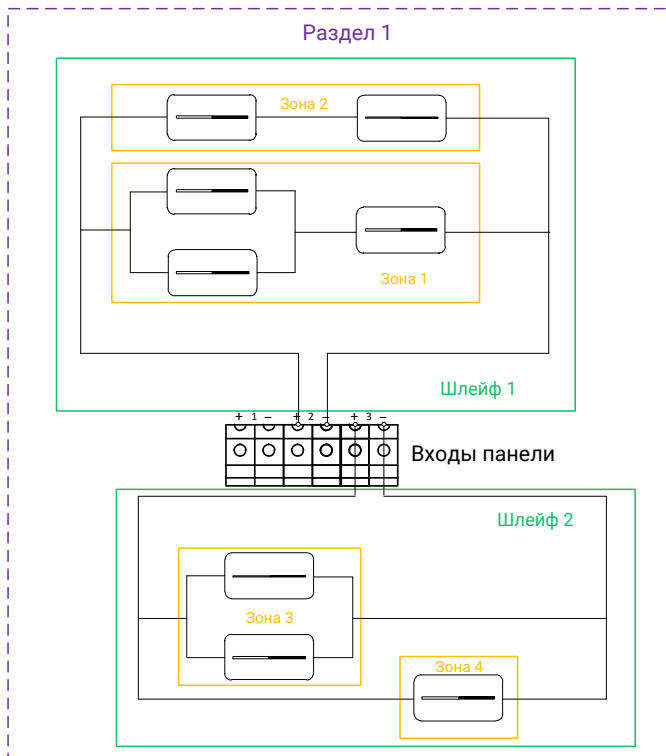

Рисунок 9. Пример формирования зон, шлейфов и разделов
- **Шлейф** - линия связи (провод), при помощи которой датчики подключаются к охранной панели. Шлейф может содержать одну и более зон (см. рис. 9).